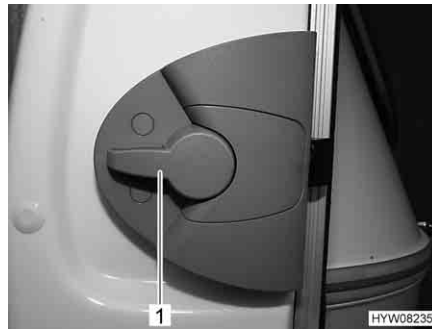

Fig. 13 Serratura della porta, porta di ingresso, lato interno
- Apertura:** ■ Premere la maniglia della porta (Fig. 13,1) verso il basso.
- Bloccaggio:** ■ Ruotare la maniglia della porta (Fig. 13,1) per circa 45° verso l'alto e lasciarla in questa posizione.